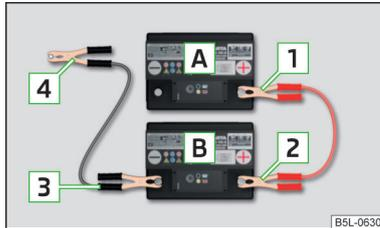

Fig. 187
- Conectar el borne **1** al polo positivo de la batería descargada **A** » fig. 187.